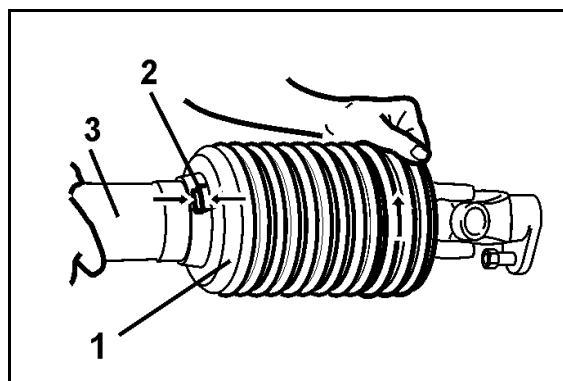

Bild 53
9. Dra på halva skyddet (Bild 53/1) aufschieben.
10. Vrid skyddstratten (Bild 53/2) till det låsta läget.
11. Skruva i stoppskruven (Bild 53/3).